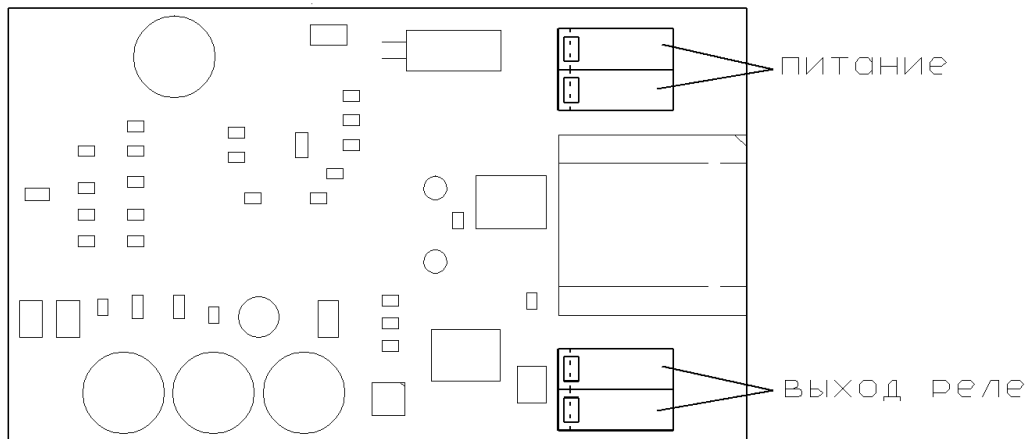

Рис. 1. Подключение датчика
8.2.2. Вставить кабель питания и сигнализации в кабельный ввод на торце крышки датчика и подключить провода к клеммам на плате датчика в соответствии с рис.1.